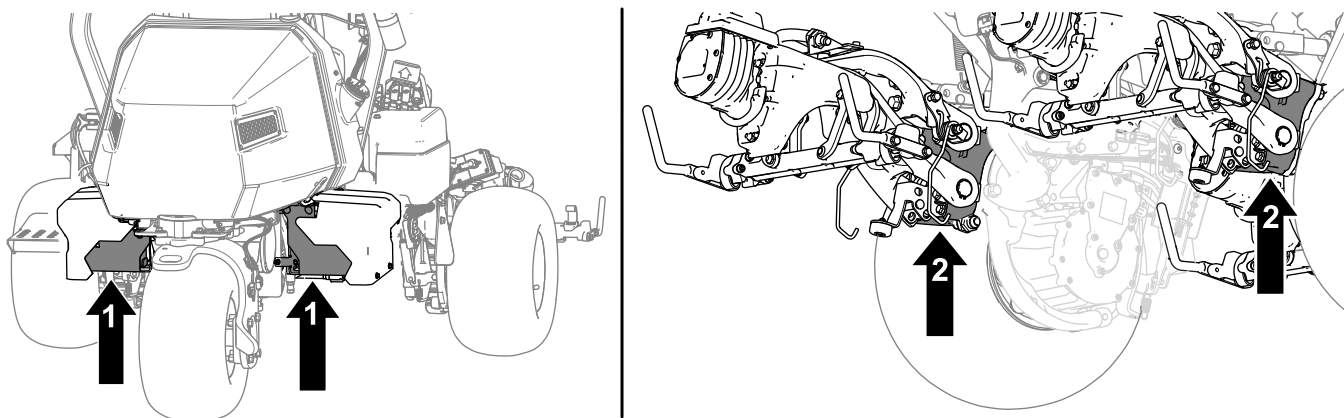

Figura 36
2. După ce ridicai maina, utilizai un cric tip capră adecvat sub anumite zone pentru a sprijini maina (Figura 36):